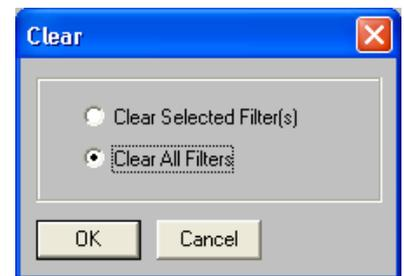

FIGURA 7-14: Cuadro de diálogo "Clear"
2. Se despliega el cuadro de diálogo "Clear", como se ilustra en la Figura 7-14.